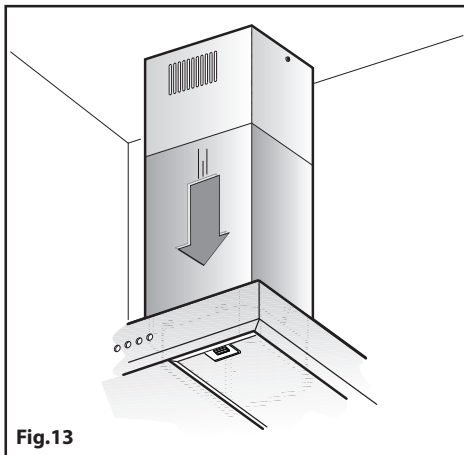

Fig.13
- Togliere il nastro adesivo **L** ed appoggiare il camino inferiore sopra il corpo cappa (Fig.13).